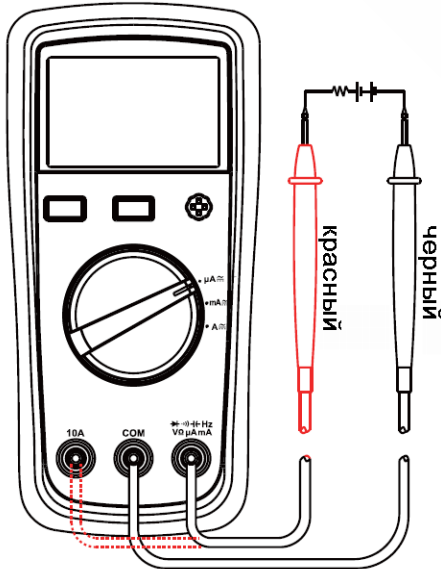

Рисунок 7
9.9. Измерение постоянного и переменного тока (см. рисунок 7)